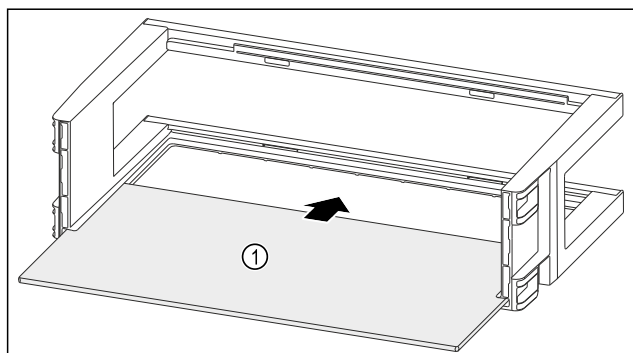

Fig. 125
- Wsunąć półkę Fig. 125 (1) w boczne wycięcia.